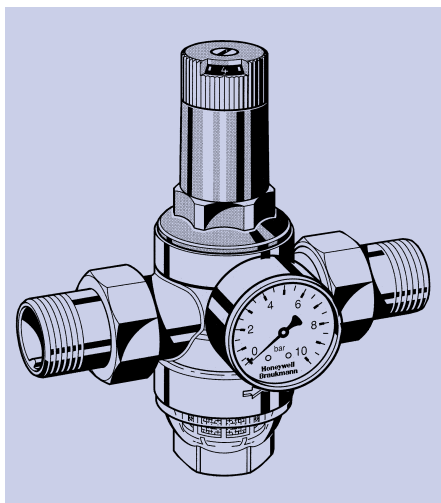

Bild 1: Druckminderer für die Hausinstallation mit Manometer.
d.h., wenn sich das Feder/Membransystem und das Ventil in dem gleichen Gehäuse befinden. Bild 1 zeigt einen Druckminderer, wie er typischerweise in der Hausinstallation eingesetzt wird. Die Anschlußgrößen mit Gewinde reichen zwischen 1/2" bis 2"; darüber hinaus gibt es Druckminderer mit Flanschanschluß.